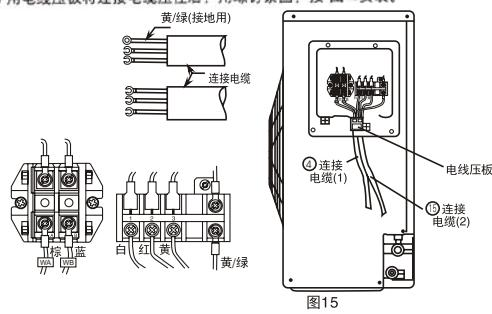

图15
- (1) 把连接电缆按电气接线图所示正确地牢固连接。(紧固力为0.8~1.5N·m)
(2) 用电线压板将连接电缆压住后, 用螺钉紧固。按图15安装。